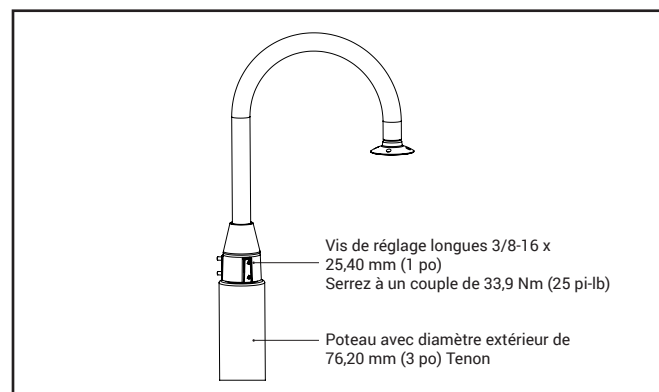

Figure 10.
3. Montez le bras Bishop sur le poteau comme il est illustré à la Figure 10. Serrez les vis de réglage 3/8-16 à 33,9 Nm (25 pi-lb) à six endroits.